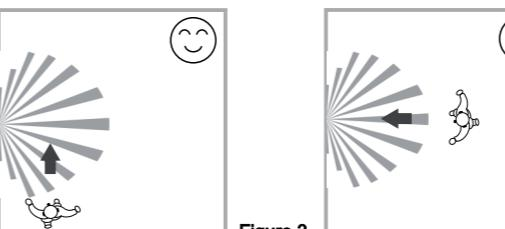

Figure 3
4.5.2.6 Pay attention to the walking direction while proceeding the test (See FIG. 3)
3.1.2 Soyez attentif au test de marche. Le détecteur est plus sensible aux mouvements à travers les segments et moins lorsque le mouvement s'effectue vers le segment. (Voir figure 3).